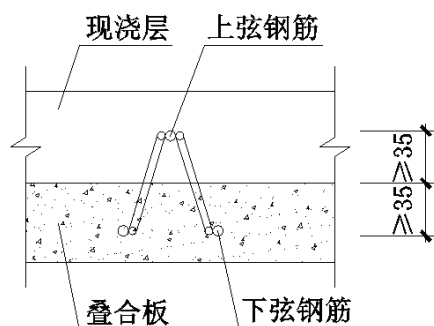

图 4.1.10 钢筋桁架上下弦筋位置示意图
4.1.10 钢筋桁架下弦钢筋下表面至叠合板上表面距离不应小于 35mm, 钢筋桁架上弦钢筋上表面至叠合板上表面距离不应小于 35mm, 如图 4.1.10 所示, 不同板厚的桁架高度应按表 4.1.10 选用。